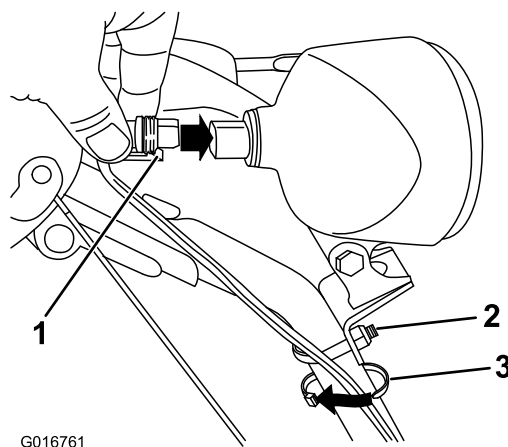

Figure 12
1. Branchez directement le connecteur qui est au bout du fil à l'arrière du phare et enfoncez-le bien en place (Figure 12).
Remarque: Assurez-vous que l'attache en plastique du connecteur se trouve en bas (Figure 12).
2. Attachez un serre-câble (pris dans le sachet de pièces détachées) autour du câble et du guidon à environ 2,5 cm (1 po) en dessous de l'étrier fileté (Figure 12).